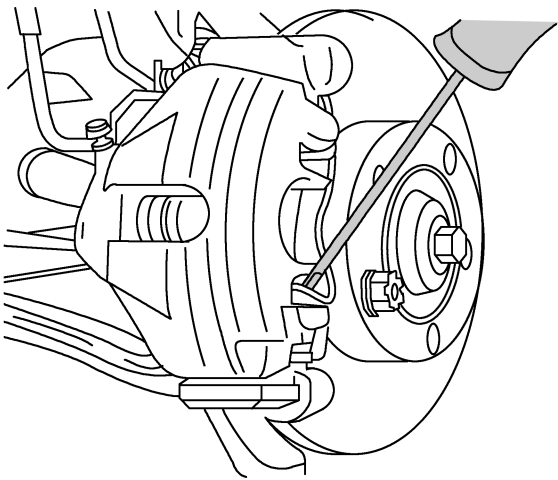

图 3-2-65 将制动摩擦片的止动弹簧从制动钳体中撬出并取下
(3) 用螺钉旋具将制动摩擦片的止动弹簧从制动钳体中撬出并取下，如图 3-2-65 所示。